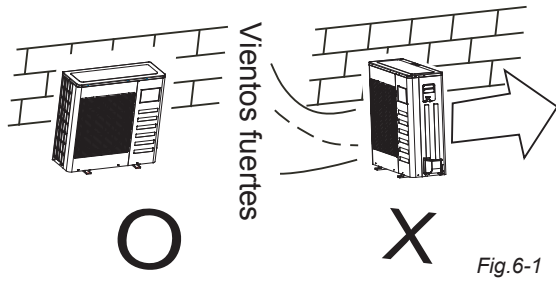

Fig.6-1
- En el caso de que el lugar de instalación esté expuesto a fuertes vientos, como en la costa, asegúrese de que el ventilador funciona correctamente colocando la unidad longitudinalmente a lo largo de la pared o el uso de un polvo o un escudo. (Refiérase a la Fig. 6-1)